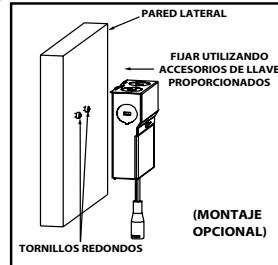

Figura 4
- DEBE seguir el código eléctrico local para la fijación del elemento rígido y la colocación de la caja del controlador remoto. (Figura 4)